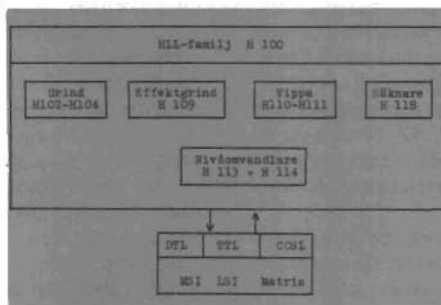

Fig 1. H 100-seriens sammansättning.
■ ■ En schematisk sammanställning av HLL-komponenterna och deras användningsmöjligheter i samband med andra logikfamiljer visas i *fig 1*. Sammankopplingsmöjligheten är av särskild betydelse inom de användningsområden, där perifera enheter som är utsatta för störningar skall anslutas till centrala logiksystem med DTL-, TTL-, CCSL-¹ eller MOS-uppbyggnad.